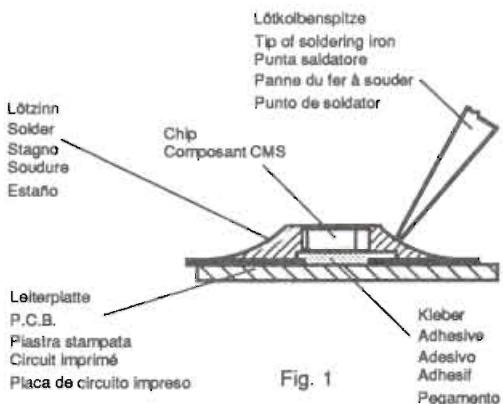

Fig. 1
1. Schritt: CHIP- Lötstelle mit Sauglitze absaugen (Fig. 1).
1. step: Clean the CHIP soldering point with a solder wick (Fig. 1).
1. Aspirer la soudure du composant CMS à l'aide de la tresse à souder (Fig. 1).